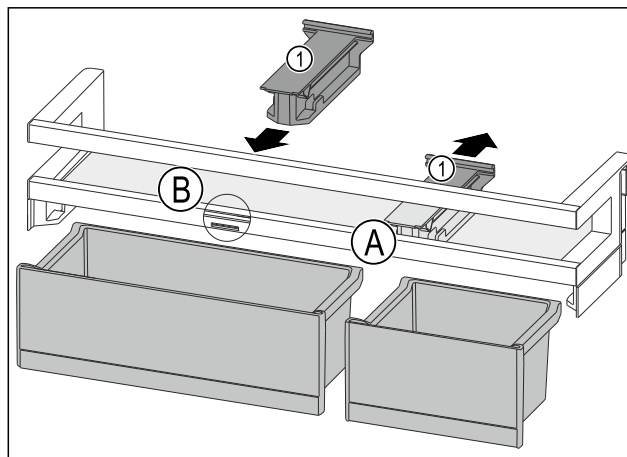

Fig. 82
- Haltebauteil Fig. 82 (1) in Position Fig. 82 (A) nach hinten abziehen.
- Haltebauteil Fig. 82 (1) in Position Fig. 82 (B) einsetzen.